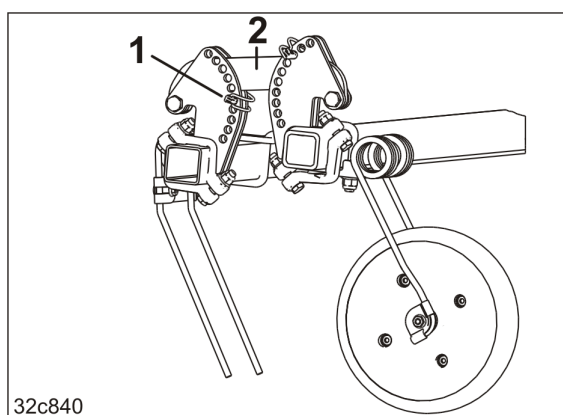

Bild 195
3. Du kan ändra pinnarnas angreppsvinkel mot jorden genom att sätta i rössprinten (Bild 195/1)
- o under armen (Bild 195/2)
Invallsvinkeln blir flackare ju låssprinten (Bild 195/1) placeras i justeringssegmentet.